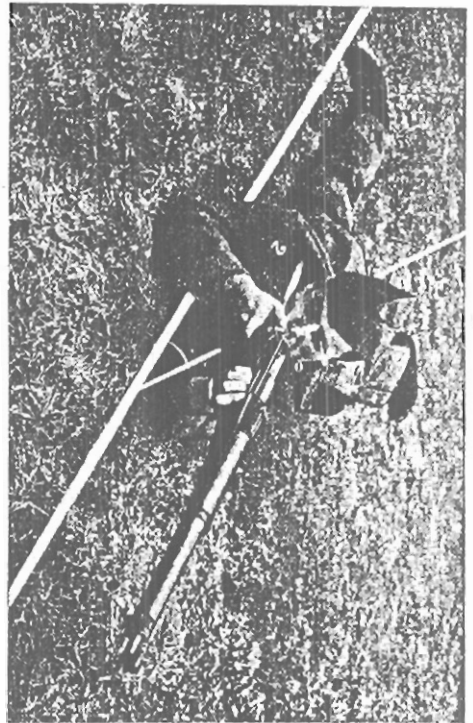
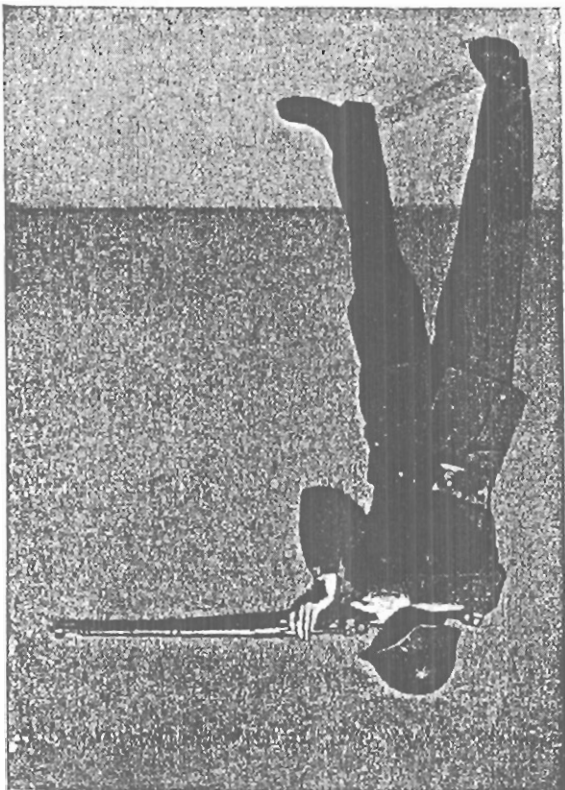

Fig. 38
Fig. 39
- 68 Dans la position du tireur couché, le corps est légèrement oblique par rapport à la direction de tir, les deux coudes sont appuyés (fig. 38). Dans la position debout, le bras gauche soutient l'arme à peu près au centre de gravité, le coude est libre ou appuyé contre le corps ; le bras droit est presque horizontal (fig. 39 et 40).